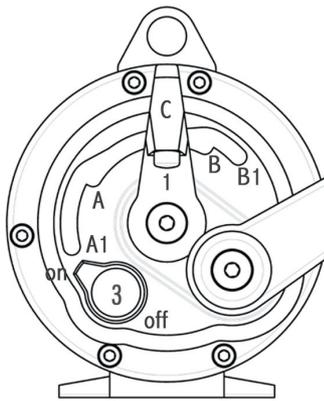
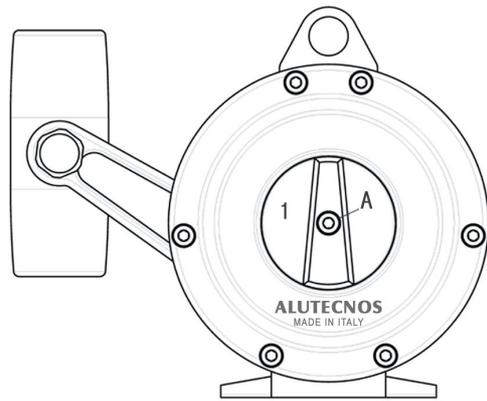

FIG. 1
FIG. 2
AVVISATORE ACUSTICO In fase iniziale di pesca l'avvisatore acustico (cicala) -3- (fig.1) dovrà essere inserito e quindi posizionato su -ON-, di modo che quando la lenza inizierà a fuoriuscire, emetterà un segnale di avvertimento. Tale segnale ha il solo compito di allertare il pescatore dopodiché il selettore -3- dovrà essere riportato in posizione -OFF-.
USO DEL PRE-SET Di estrema importanza, al fine di evitare la rottura della lenza durante la fase di pesca, è la pre-regolazione della frizione (strike). Questa operazione dovrà essere effettuata con il mulinello montato sulla canna, la lenza infilata negli appositi anelli della stessa e la leva frizione -C- posta in posizione -B-. Ancorare la lenza ed agire sul pre-set -1- (fig.2) sino ad ottenere una giusta tensione. Se vi è possibile fate uso di un dinamometro. Individuata la giusta tensione riportate la leva frizione in posizione -A- quindi sbloccate le vite -A- (fig.2) rendendo così folle la ghiera del pre-set -1-. Posizionarla sul riferimento -0- (zero) inciso sulla flangia, bloccando la vite in precedenza allentata. Fatto questo avremo la possibilità di variare le prestazioni della frizione a nostro piacimento potendo poi ripristinare lo stato iniziale riportando la ghiera del pre-set sul riferimento -0- (zero).
- 4)-Quando il mulinello non viene utilizzato, la leva della frizione -C- va riportata in posizione di riposo ossia sul punto -A- (fig.1). Così facendo libereremo il meccanismo da uno stato di sforzo e manterremo inalterata la funzionalità della frizione;
THE USE OF THE DRAG The drag is one of the most important parts of the reel and permits the amount of drag exerted on the line to be adjusted from virtually nil to maximum by adjusting the lever -C- (fig. 1). The stroke of the lever -C- is controlled by two safety stops: -A- and -B- set respectively at the bottom and top of the scale. Drag can be set beyond these two stops by pressing button -1-, which permits the two opposite drag levels to be set: free in position -A1- and max. drag in position -B1-. Note: when the lever -C- is in position -A-, the drag applies a slight braking pressure that is usually sufficient to prevent the formation of tangles.
AUDIBLE WARNING BUZZER The warning buzzer -3- (fig. 1) should be set in the -ON- position when beginning to fish so that the warning signal is given the moment that the line suddenly begins to come out. This signal serves only to notify the user of the movement of the line; after which the buzzer should be immediately reset in its -OFF- position.
THE USE OF PRE-SET The (strike) drag pre-set is extremely important and prevents the line from breaking during a strike. This operation is performed with the reel mounted on the rod, the line strung through the rod guides and the drag lever -C- set in the -B- position (fig.1). Knot the line and work on the pre-set -1- (fig.2) until the correct tension. If possible, use a dynamometer. Once the correct tension has been determined, bring back the drag lever to -A- position, loosen the screw -A- (fig.2) thereby leaving the pre-set -1- (fig.2) ring nut loose in play. Then set it on the -0- (zero) engraved on the left side plate and tighten the screw loosened previously. Once this has been done, the user can adjust the performance of the drag according to desire or return to the original condition by setting the pre-set ring nut to the -0- (zero) setting.
- 4)-When the reel is not to be used for a long time, the drag lever -C- must be set in the rest position at the bottom of the scale -A- (fig.1). In this way, all pressure will be removed from the mechanism and drag functionality will remain unaltered;